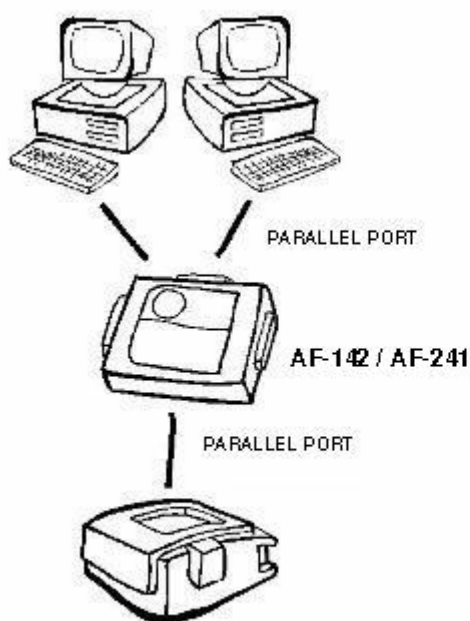

fig.1 2-to-1 mode
3. 如图 1 所示，将 DB-25 转 C-36 公头对公头线缆的一端接入 ParaHub，另一端接入打印机。